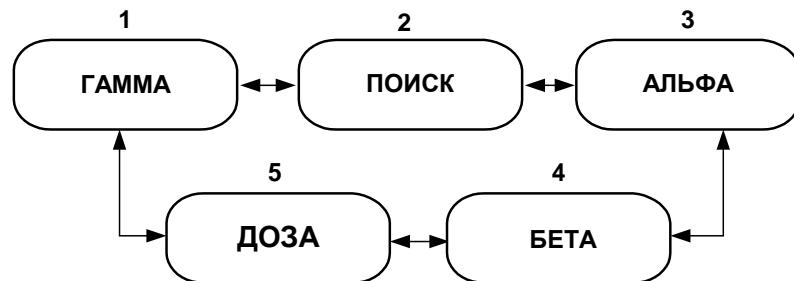

Рис. 3. Схема переключения режимов работы прибора
1.5.2 Выбор режимов работы прибора осуществляется кратковременным нажатием (менее 1 с) кнопки ▾ или ▾. Режимы меняются циклически согласно схеме, представленной на Рис. 3.